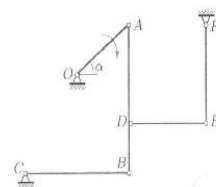

Рис. 6
**Задача 6.** Механизм состоит из пяти шарнирно соединенных стержней. Три шарнирные опоры крепят механизм к основанию. В указанном положении механизма (рис. 6) известна угловая скорость стержня  $OA$ :  $\omega_{OA_z} = -6$  с-1. Дано:  $OA = 5$  см,  $AB = 9$  см,  $BC = 8$  см,  $BD = 3$  см,  $DE = EF = 6$  см,  $\cos \alpha = 4/5$ . В данный момент стержень  $DE$  горизонтальный, стержни  $AB$  и  $FE$  вертикальные. Найти угловые скорости всех звеньев механизма.